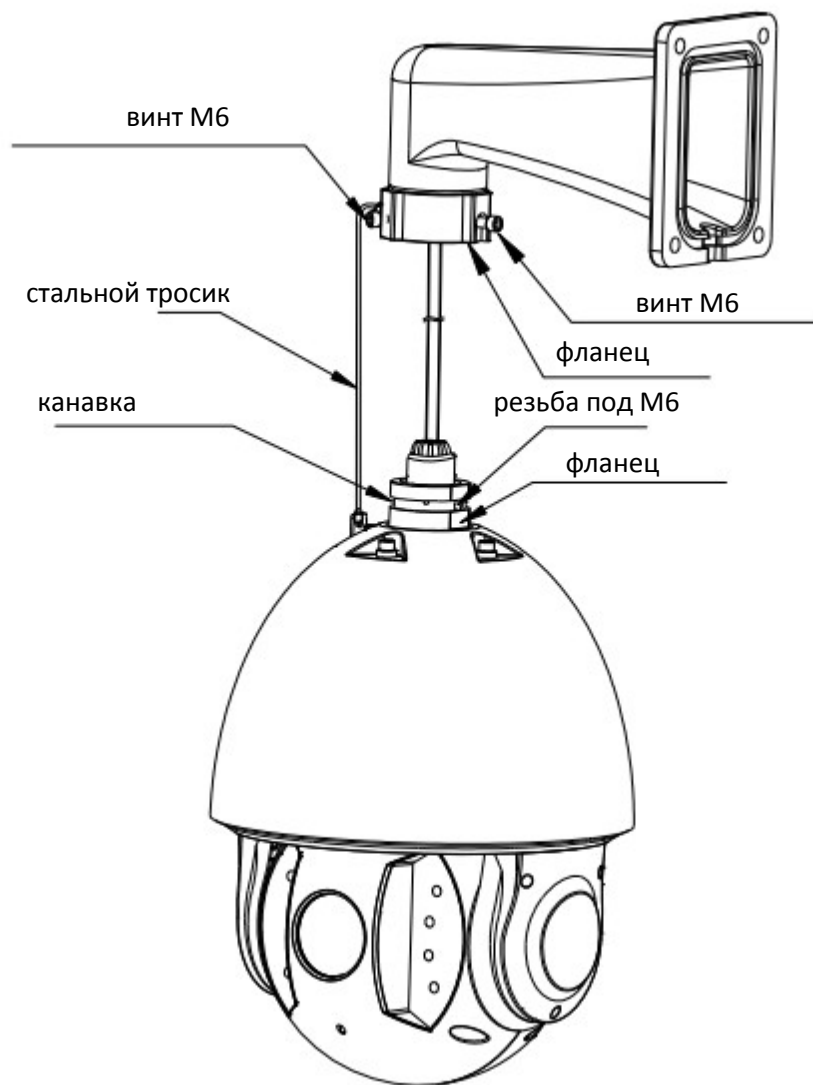

Рисунок 1.4. Завершение сборки.
- Наживите винты М6, затяните их. Рисунок 1.4.